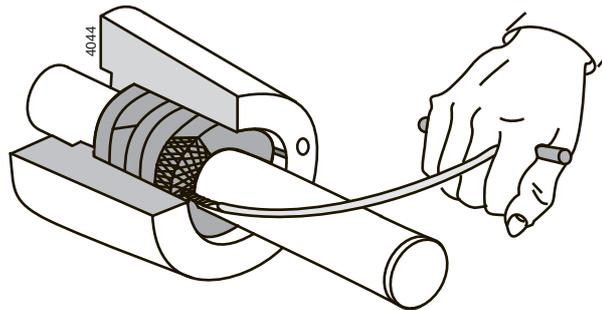

Abbildung 6: Entfernen der Stopfbuchspackungen mit Packungszieher.
- Für das Entfernen alter Stopfbuchspackungen kann Ihnen Ihr Lieferant einen speziellen Packungszieher liefern. Siehe Abbildung 6.